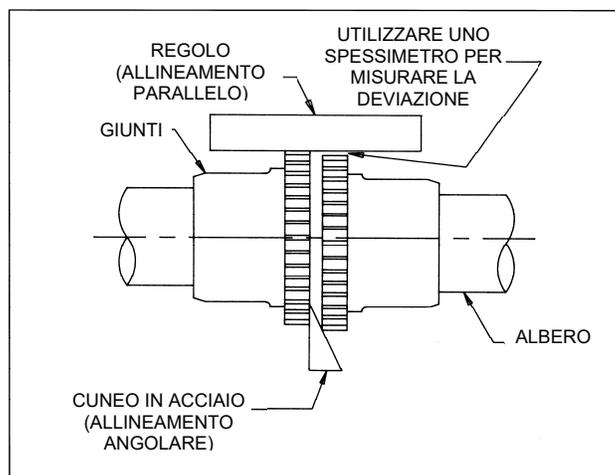

Figura 2
- Allineare il giunto rispettando i limiti specificati dal costruttore per il disallineamento parallelo e angolare (vedi Figura 2). È possibile utilizzare anche un comparatore o un laser se si desidera una maggiore precisione di allineamento. Le regolazioni devono essere effettuate spostando il motore per cambiare l'angolazione dell'albero e con l'uso di spessori per modificare l'altezza dell'albero motore. Non spostare l'albero o il cuscinetto del ventilatore.